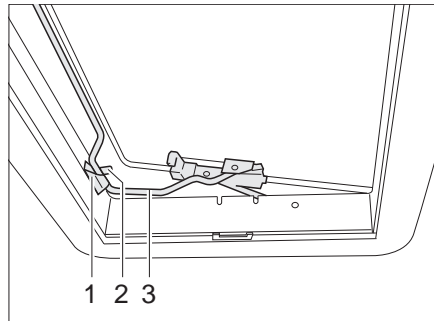

Bild 49 Heki-Dachhaube in Lüftungsstellung 2
- Bügel (Bild 49,3) in die Halterung (Bild 49,1) einlegen.
- Hebel (Bild 49,2) über den Bügel legen.